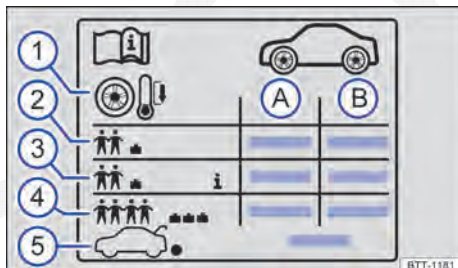

Fig. 213 Símbolos na etiqueta com as pressões dos pneus.
Indicações na etiqueta de pressão dos pneus ⇒ Fig. 213:
Dependendo do veículo, a etiqueta de pressão do pneu pode ter uma pressão dos pneus de conforto ⇒ Fig. 213 ③. A pressão dos pneus de conforto possibilita aumentar o conforto da condução. Ao conduzir com a pressão dos pneus de conforto, pode aumentar o consumo de combustível.